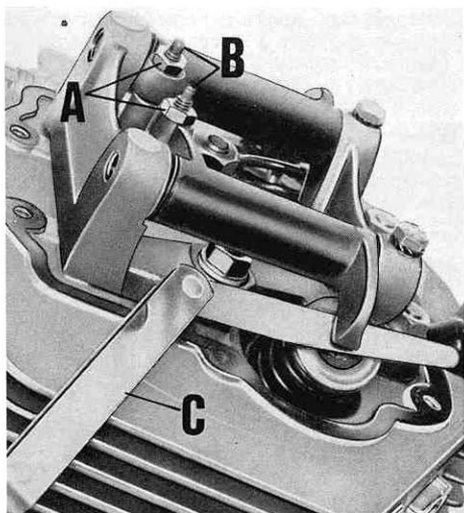

Fig. 53
**REGOLAZIONE GIUOCO TRA BILANCIERI E VALVOLE (vedere fig. 53)**
Dopo bloccato il dado controllare di nuovo i giuochi in modo da accertarsi che siano regolari. Il controllo del giuoco va effettuato usando apposito spessimetro n. 12909090 (C di fig. 53).